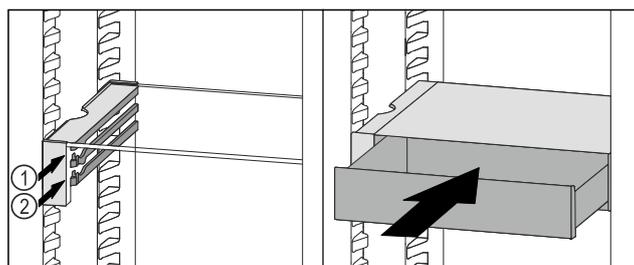

Fig. 112
- Placer le tiroir VarioSafe derrière les butées sur la nervure désirée Fig. 112 (1) ou Fig. 112 (2).